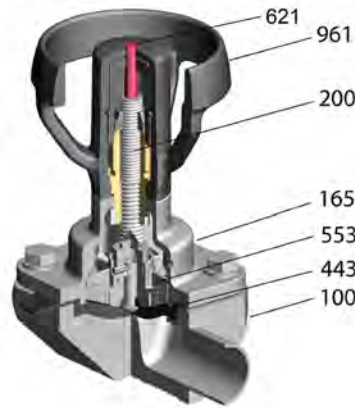

Abb. 5: SISTO-C HV.510
Durch Rechtsdrehung des Handrads (961) wird das Membranventil geschlossen. Durch Linksdrehung des Handrads (961) wird das Membranventil geöffnet. (⇒ Abb. 5) zeigt ein geschlossenes Ventil. Derstellungsanzeiger 621 ist eingefahren. Bei geöffnetem Ventil schaut dieser aus dem Oberteil heraus.